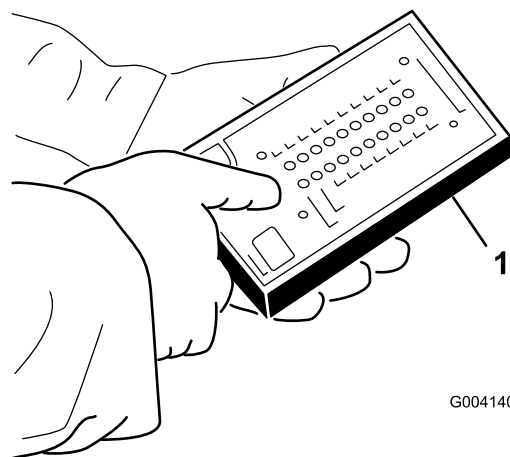

図 49
5. ハーネスのコネクタ（図 49）に ACE テスターを接続する。